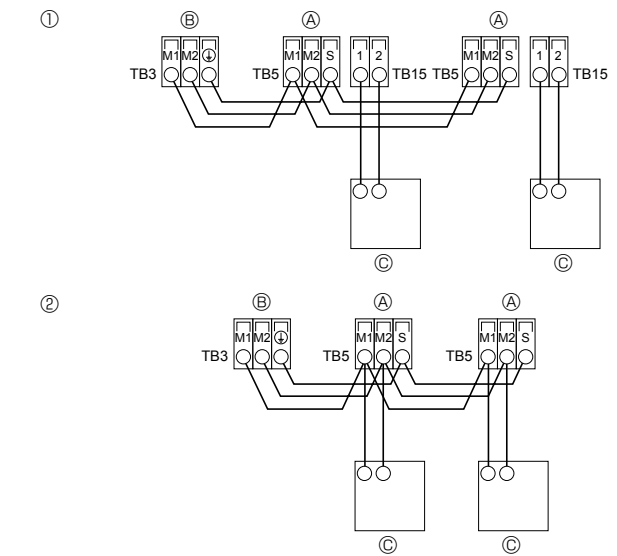

Fig. 4-3
4.4. Conexión de los cables de transmisión del mando a distancia y de las unidades exterior e interior (Fig. 4-3)